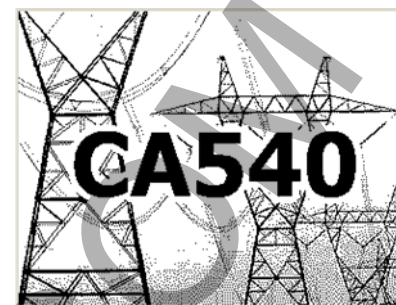
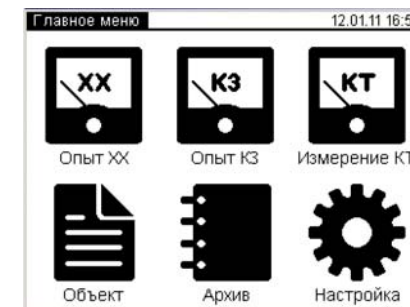

Рисунок 6.2
Рисунок 6.3
- 2) Установить выключатели "СЕТЬ", размещенные на передней панели Блока измерительного и на БСУ, в положение "I". На экране БУ появится изображение (рисунок 6.2).
- 3) Перейти в окно "Главное меню", для чего нажать в любом месте экрана БУ (рисунок 6.2). На экране появится окно "Главное меню" (рисунок 6.3).
2) Установить выключатели "СЕТЬ", размещенные на передней панели Блока измерительного и на БСУ, в положение "I". На экране БУ появится изображение (рисунок 6.2).
3) Перейти в окно "Главное меню", для чего нажать в любом месте экрана БУ (рисунок 6.2). На экране появится окно "Главное меню" (рисунок 6.3)